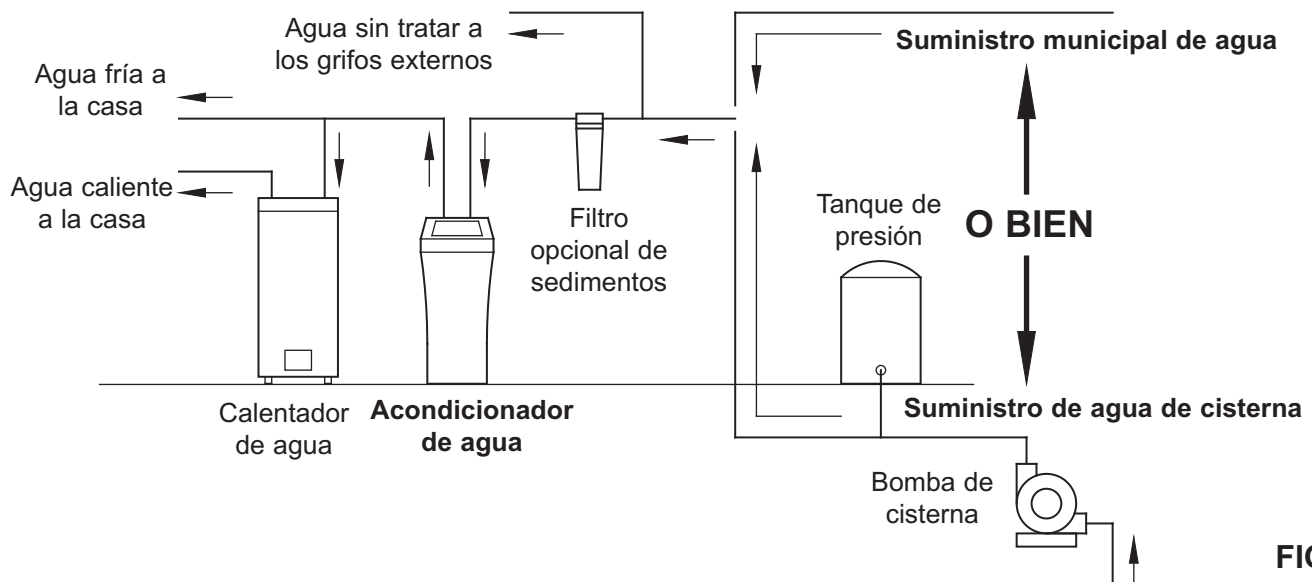

FIG. 3
- Siempre instale el acondicionador de agua entre la entrada del agua y el calentador de agua. Cualquier otro equipo de acondicionamiento de agua instalado debe colocarse entre la entrada de agua y el acondicionador de agua (vea la Fig. 3 a continuación).